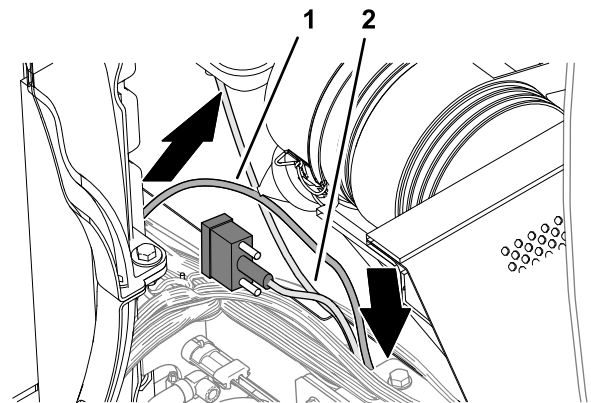

**Рисунок 162**
5. В задней части радиатора проложите кабель передачи данных модема вперед (**Рисунок 162**).